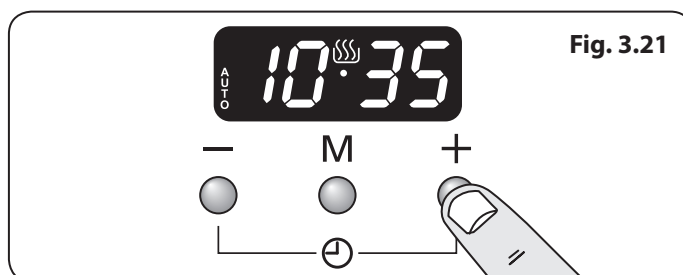

Fig. 3.21
2. Sélectionner l'« heure d'arrêt » à l'aide des boutons [+] ou [-]. L'écran indiquera l'heure ainsi que les symboles AUTO et Cuisson (Fig. 3.21).